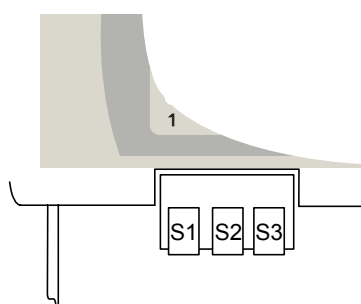

Рис. 4.3 Расположение микропереключателя
4.10 В нижней части кожуха устройства расположен микропереключатель (рисунок 4.3).